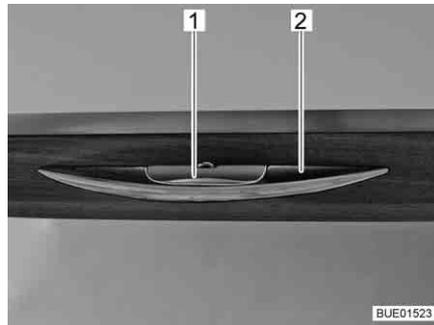

Bild 46 Möbelklappe mit Entriegelungsgriff
- Entriegelungsgriff (Bild 46,1) drücken und gedrückt halten.
- Am Griff (Bild 46,2) ziehen, bis die Möbelklappe offen ist.